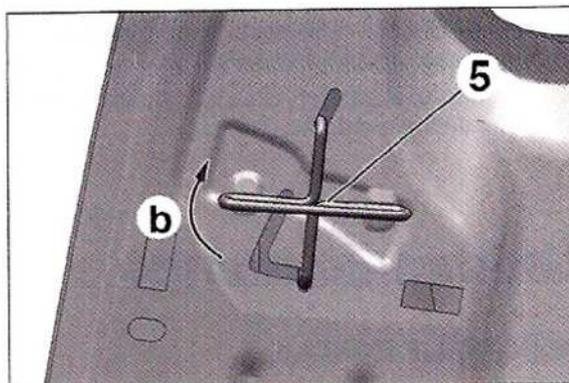

FIG. 19
• Desmontar la guía de cinturón (5) según (b) (Fig.19).